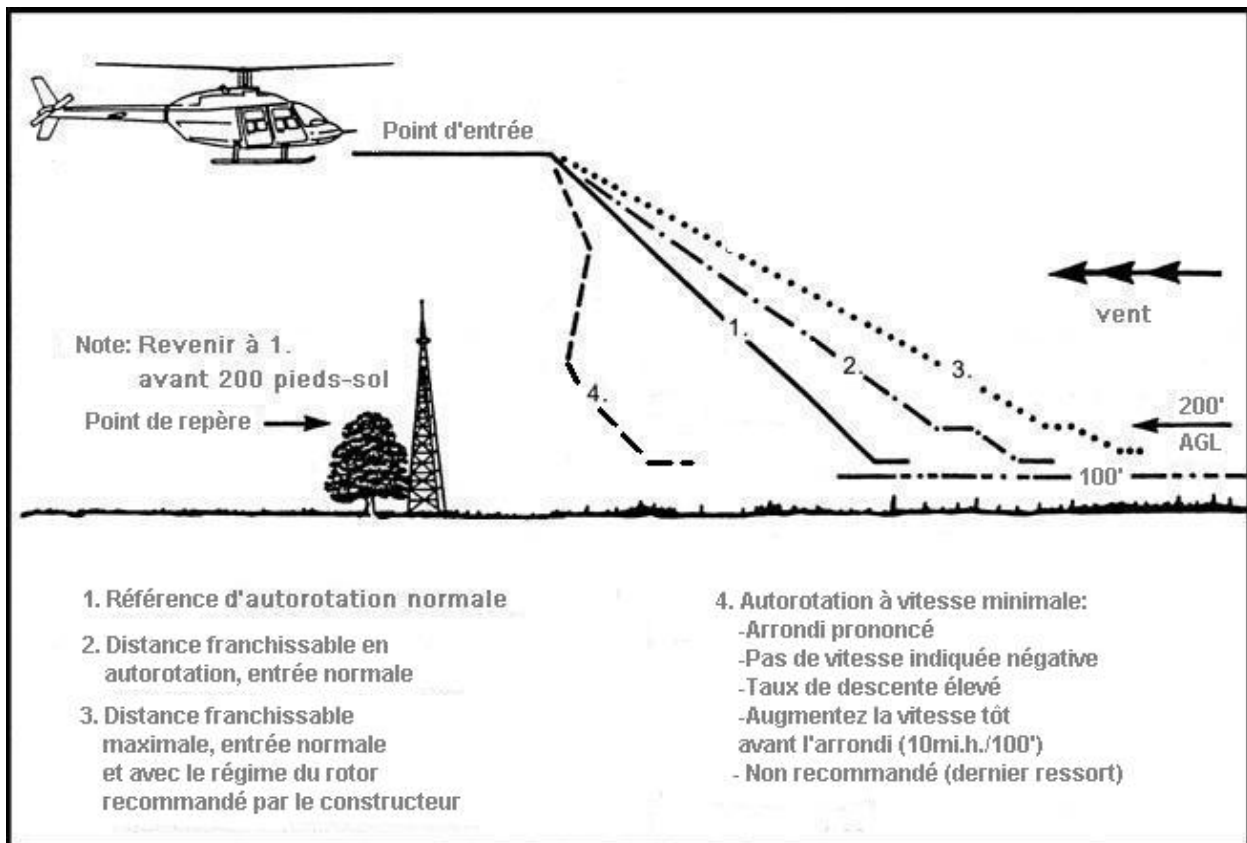

Figure 18-2 Changements à la distance franchissable
On peut améliorer la distance franchissable en réduisant le régime du rotor à l'aide du collectif, le tachymètre doit cependant être surveillé de près (Fig. 18-2). Dans ce cas, il est encore plus important de revenir dans les limites de l'autorotation normale dès que l'on est assuré d'atteindre le point d'atterrissage.
1) En réduisant la vitesse (Fig. 18-2):